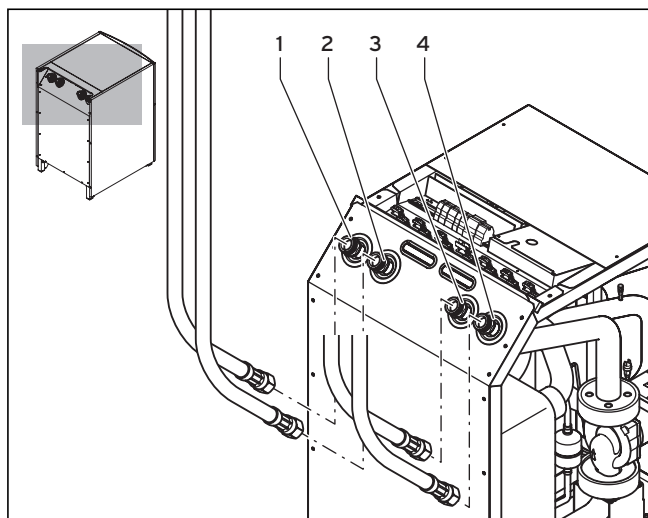

Рис. 5.8 Монтаж гибких соединительных шлангов
Если на соединениях контура рассола/контура воды из скважины (3) и (4) (→ Рис. 5.8) не используются уплотнения с металлическим опорным кольцом, то это может привести к негерметичностям!
- Монтаж трубопроводов и использование уплотнений должно соответствовать (→ Рис. 5.8).
- Подсоедините подающую магистраль (1) (→ Рис. 5.8).
- Подсоедините обратную магистраль (2) (→ Рис. 5.8).
- Подсоедините трубопроводы рассола к тепловому насосу (3) и (4) (→ Рис. 5.8).